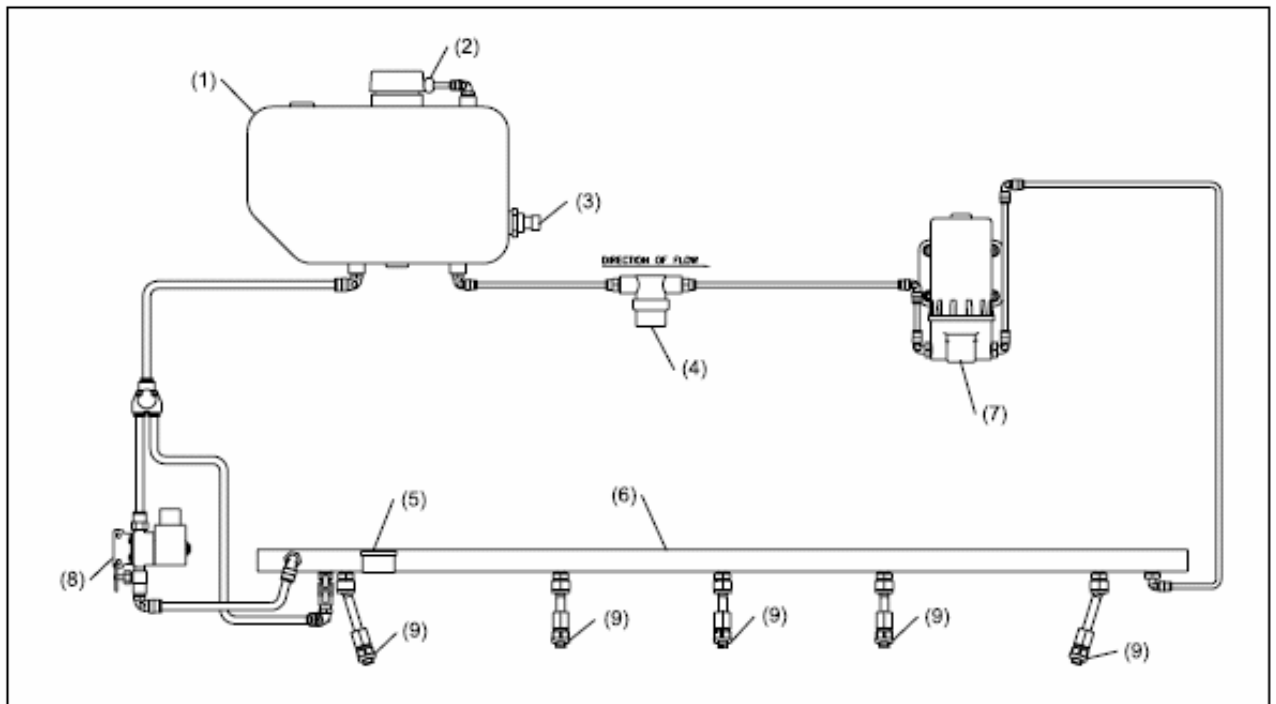

Figure 6-2. Système de vaporisation de dégraissant
2. La pompe de dégraissant applique du dégraissant sur la piste. Référez-vous à la Figure 6-2.